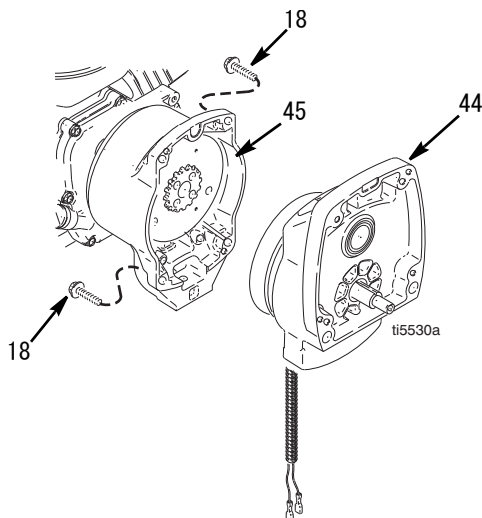
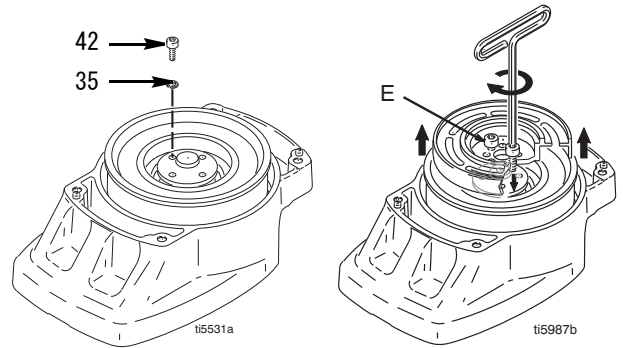

図 . 4
図 . 5
4. 図 . 4. 4 本のネジ (18) および ピニオンアセンブリ (44) を取り外します。
5. 図 . 5. ロータを上にした状態でベンチにピニオンアセンブリ (44) を取り付けます。
6. 4 本のネジ (42) およびロックワッシャ (35) を取り外します。2 本のネジをロータのネジ穴 (E) に取り付けます。ロータが外れるまで交互にネジを締めます。
9. 図. 5. ロータを上にしてピニオンアセンブリ をベンチに取り付けます。
10. ネジに locktite を塗布します。4本のネジ (42) およびロックワッシャ (35) を取り付けます。ロータが固定されるまで 125 in-lb のトルクでネジを締めます。ロータはネジ穴を使用して固定します。
11. 図. 4. 4本のネジ (18) でピニオンアセンブリ (44) を取り付けます。